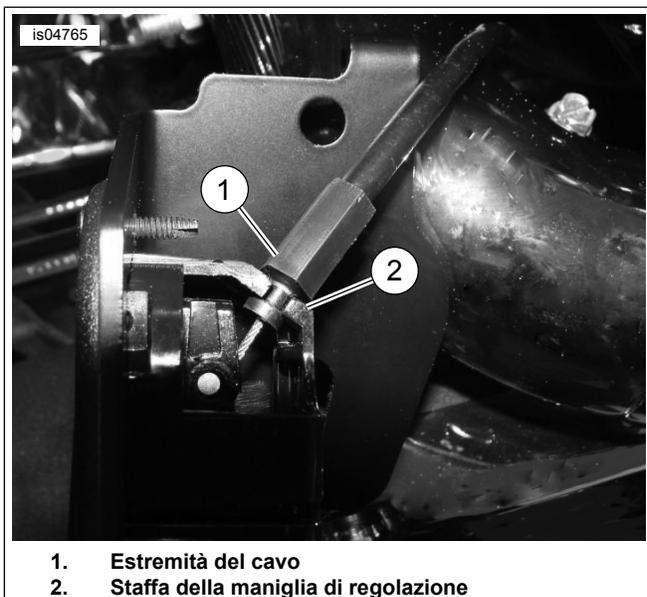

Figura 7. Posizione del cavo di regolazione della sella (visto da sotto la maniglia installata)
6. Vedere Figura 7 Verificare che l'estremità del cavo (1) sia ben salda nella staffa (2) prima di disporre il cavo dello schienale.
13. Vedere Figura 7 Verificare che l'estremità del cavo (1) sia ben salda nella staffa (2) prima di disporre il cavo dello schienale.
9. Vedere Figura 7 Verificare che l'estremità del cavo (1) sia ben salda nella staffa (2) prima di disporre il cavo dello schienale.